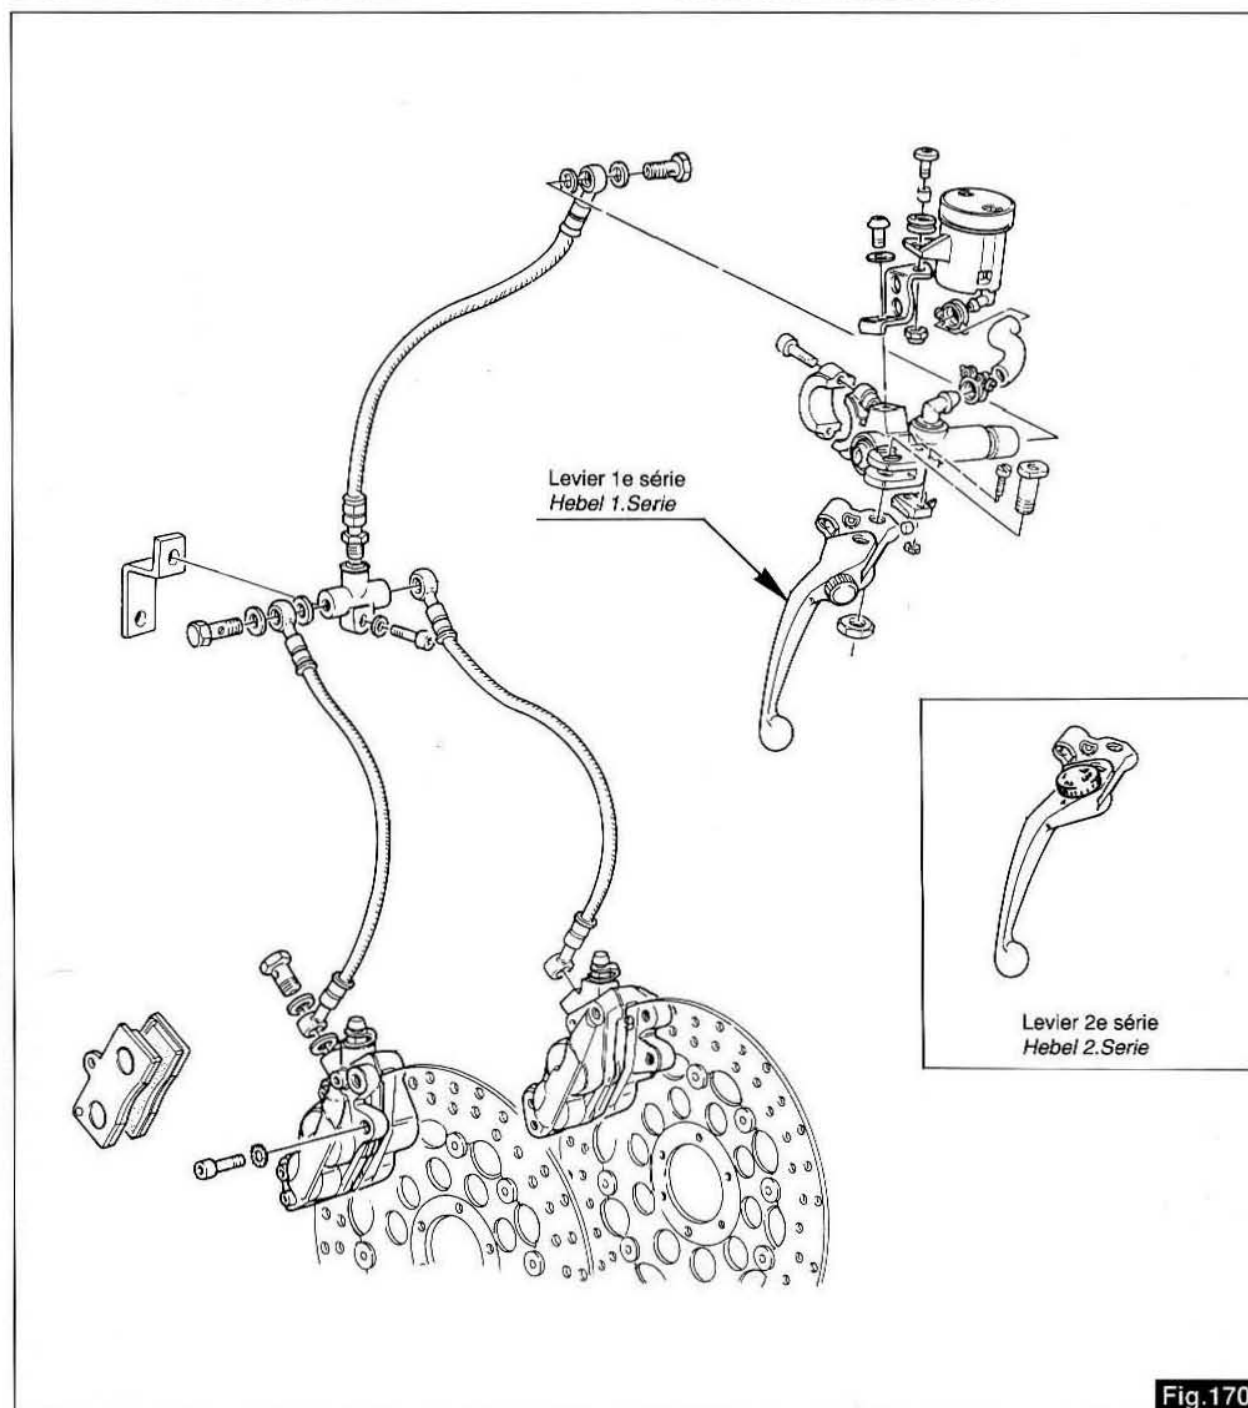

Fig.170
**NOTA:** On a introduit en production un nouveau type de levier frein qui diffère du précédent modèle en la position de sa bague fileté de réglage (fig. 170).